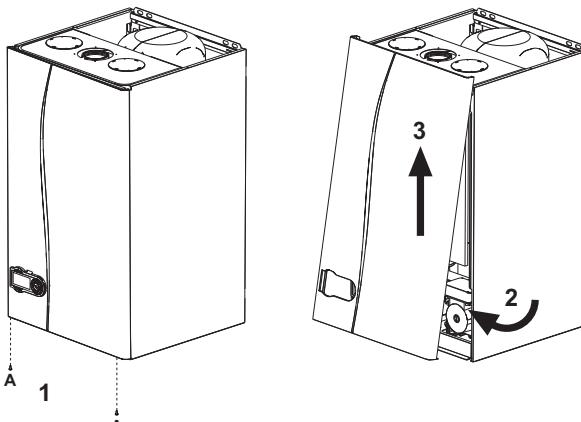

fig. 27 - Apertura mantello
- Svitare le viti A (vedi fig. 27).
- Ruotare il mantello (vedi fig. 27).